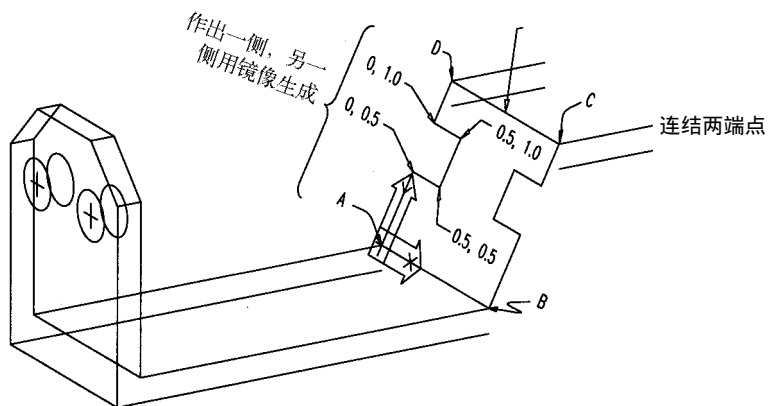

图 2-55
11) 现在我们将继续绘制模型的斜面。首先，用 UCS 命令的 3point 选项结合图 2-55 所示的对齐 UCS。视点已相对于 XY 平面的 X 轴向后转动了 240° ，相对于 XY 平面转动了 20° 。可以通过一步一步回到原先缩放窗口的方式来设置本视口，或者使用 VPOINT 命令。设置该 UCS 的命令行提示序列和输入为：
12) 现在绘制组成底边、一个斜面及凹槽面的 6 条线。作该面时使用的坐标如图 2-55 所示。由于斜面顶部的坐标点并不在设置的捕捉点上，在这里必须用目标的端点捕捉方式。然后对 5 条边线进行镜像，作出斜面的另一半。虽然 UCS 相对倾斜于 WCS，但是 MIRROR 命令的操作与二维空间完全相同。